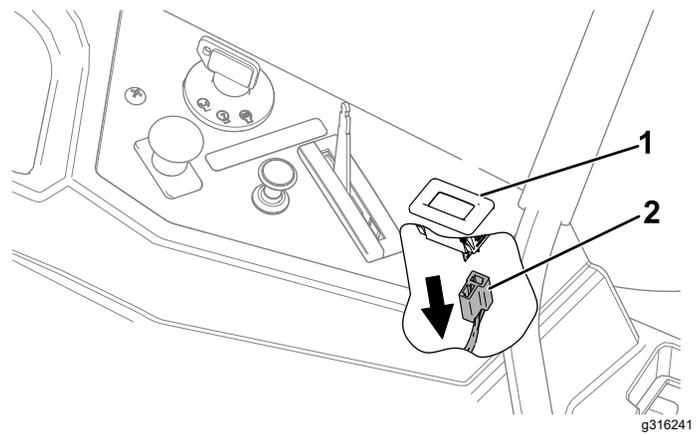

Figura 7
1. Desconecte el conector del horímetro de la máquina del horímetro (Figura 7).